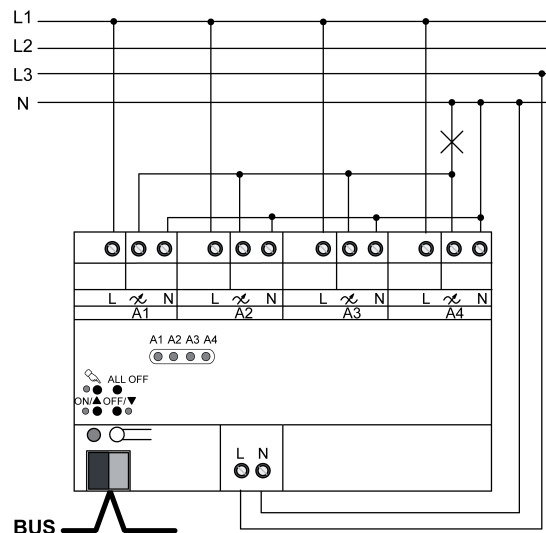

Figura 5: Collegamento in parallelo di uscite di regolazione della luminosità - esempio di collegamento
- Collegare l'apparecchio secondo lo schema esemplificativo (figura 5).